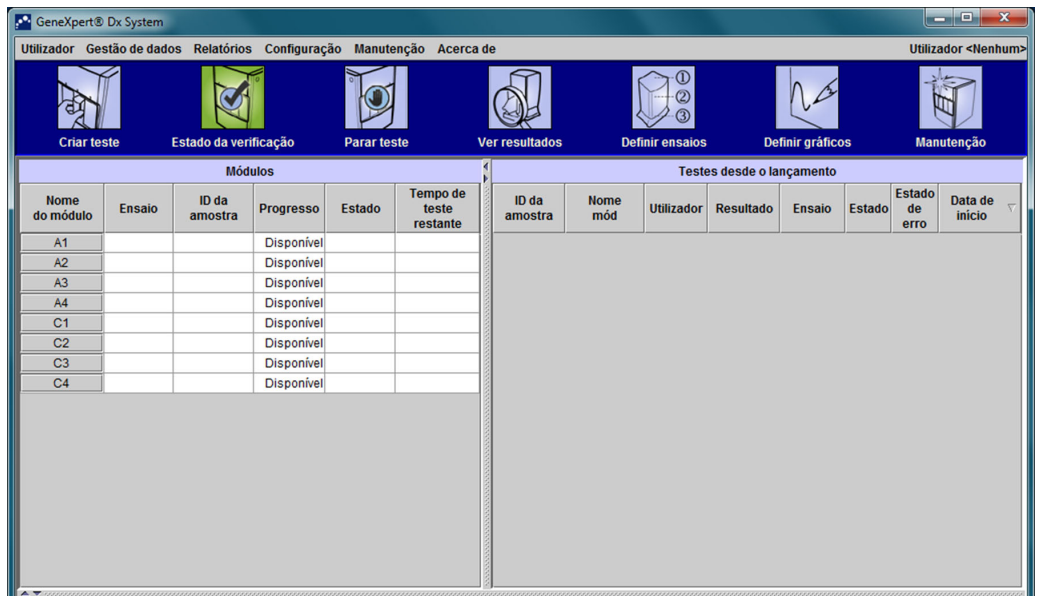

Figura 2-65. Janela GeneXpert Dx System
2. Na caixa de diálogo Gestão da base de dados, clique em **NÃO** para continuar. É apresentado o ecrã GeneXpert Dx System (consulte a figura 2-65).